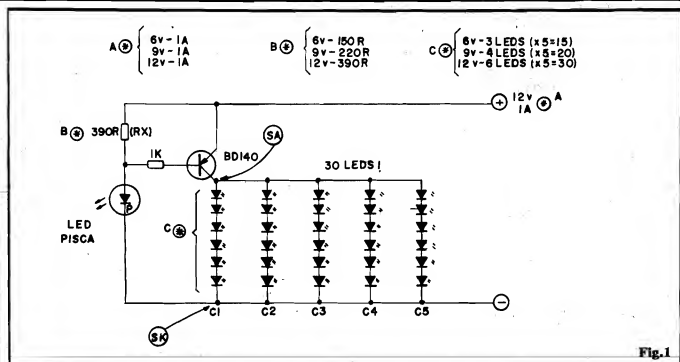

Fig.1
- FIG. 1 - O CIRCUITO - O núcleo do mini-circuito, ou seja: o componente "chave" que controla o "acende-apaga" dos LEDs comandados, é um mero transistor de média Potência, BD140 ou equivalente, de polaridade PNP... O seu circuito de coletor será apoiado os 30 LEDs da matriz